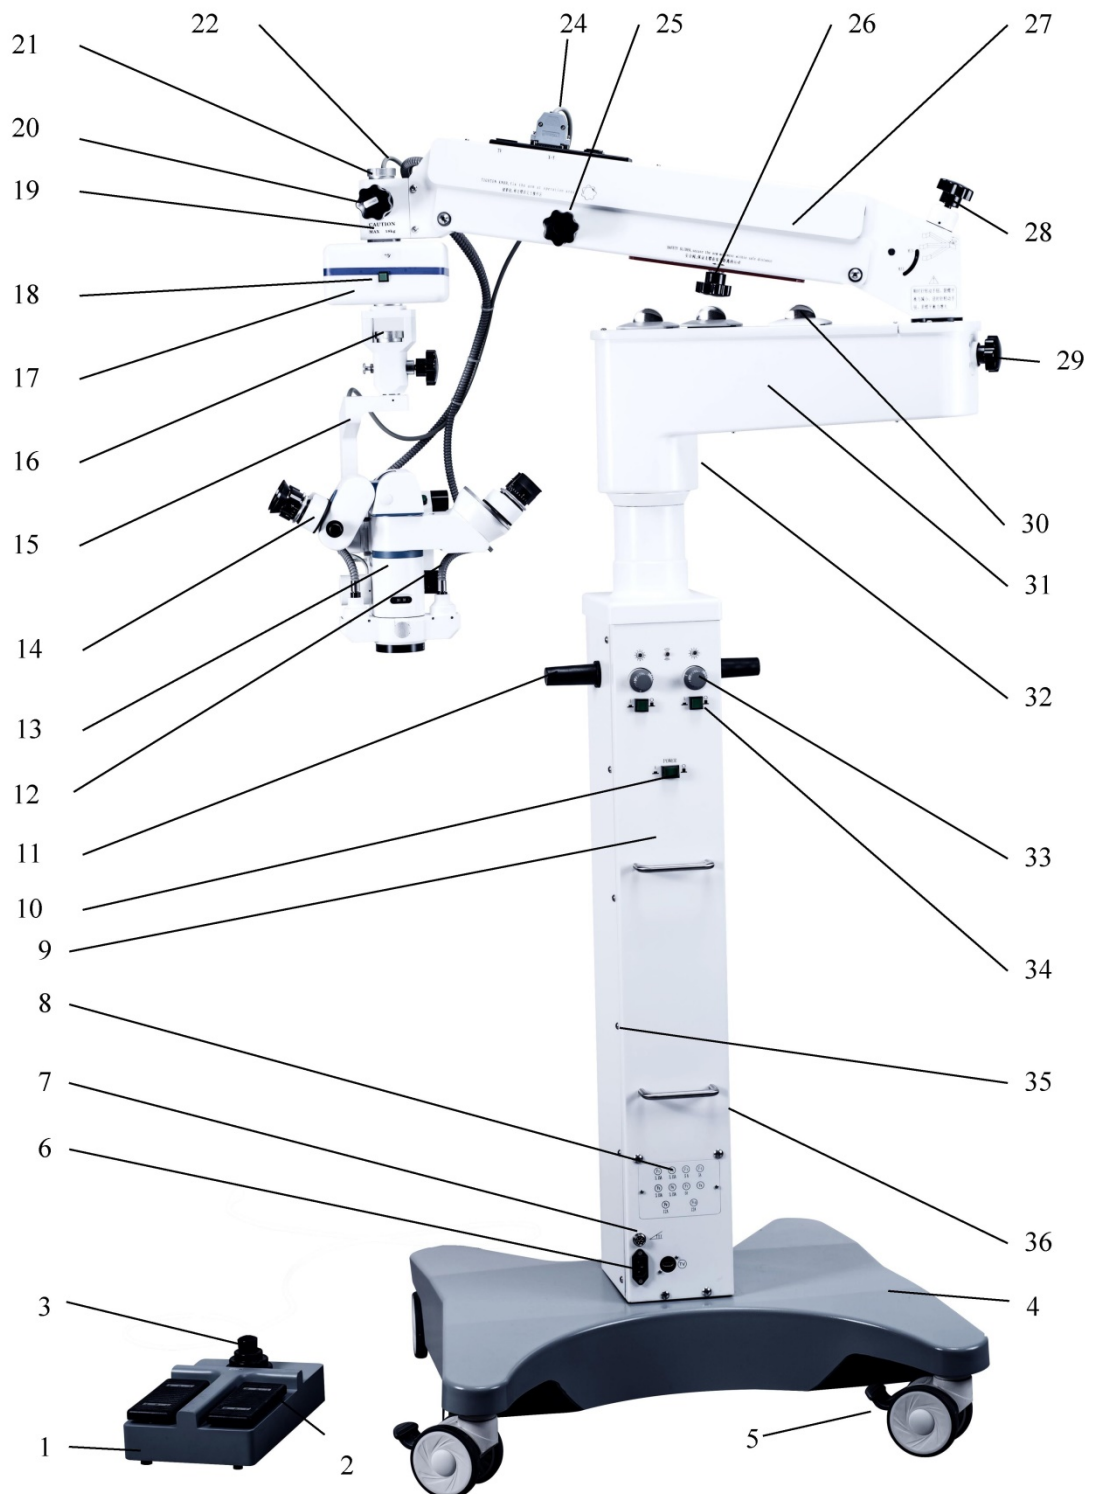
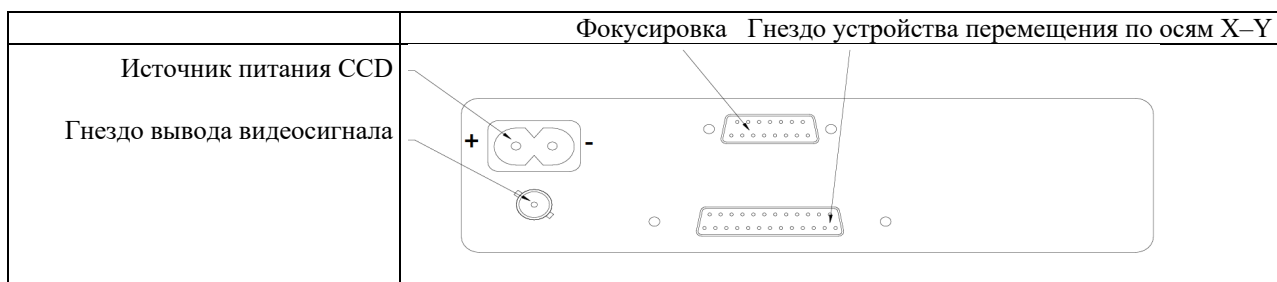

Рис. 2
Рис. 11. Плата с гнездами
Как показано на рис. 2, инструмент состоит из таких элементов, как педальный переключатель (1), основание (4), консоль (27), устройство перемещения по осям X–Y (17), тубус с переменным углом 30–90 градусов (14), головка микроскопа (13) и т. д.
Инструмент упакован в 4 отдельных ящика (см. рис. 2):
См. рис. 2 и соответствующие чертежи ниже.
См. рис. 2. Основание, имеющее форму Ξ , обеспечивает высокую устойчивость. Устройство не переворачивается даже при выдвижении рабочего рычага на максимальную длину. Основание оснащено универсальной системой роликов, которая позволяет удобно перемещать микроскоп по поверхности пола. После определения местоположения устройства необходимо заблокировать блокирующую ручку (5) и зафиксировать устройство на полу во избежание его перемещения во время работы. Перед перемещением устройства необходимо ослабить ручку (5).
См. рис. 2. Электрический блок (9) и главная стойка (36) образуют общий узел электронного управления в сборе с колонной. На лицевой панели электрического блока (9) расположен переключатель (34) источника холодного света. На электрическом блоке (9) расположена ручка регулировки яркости (33) для постоянной регулировки яркости источника холодного света. Под крышкой предохранителей (8) располагается ряд предохранителей. Возможность снятия крышки обеспечивает удобную замену предохранителей. Помимо этого, главная стойка и электрический блок также содержат гнездо педального переключателя (7), главный выключатель питания (10) и ручку (11). Все элементы системы контура электрического управления располагаются внутри колонны (см. раздел 10). Ослабьте 12 винтов на двух сторонах колонны и снимите лицевую панель в сборе с контурами для выполнения операций технического обслуживания.
См. рис. 2. Поперечный рычаг (31) с блокирующей ручкой (32) установлен на верхней части стойки (36) и обеспечивает вращение вокруг колонны с углом $\nless 200^\circ$. Внутри поперечного рычага располагаются три гнезда для ламп (30). Заднее гнездо представляет собой гнездо для резервной лампы; оба гнезда можно извлечь через верх поперечного рычага для быстрой замены лампы (подробное описание см. в разделе 5.6).
См. рис. 2. На консоли (27) расположена ручка балансировки (28). Поворачивайте ручку (28) по часовой стрелке для уменьшения уравнивающей нагрузки и против часовой стрелки для ее увеличения. Консоль микроскопа способна выдерживать вес от 3 до 18 кг. После достижения равновесия головки хирургического микроскопа по массе ослабьте ручку ручной блокировки (25); головка хирургического микроскопа будет поддерживать равновесие в пределах от -30° до $+30^\circ$ с возможностью свободного подъема и опускания. Это означает, что головка регулируется по высоте в пределах 600 мм для выполнения операций на разной высоте. После регулировки затяните блокирующую ручку (25) и зафиксируйте консоль. Ослабьте ручку (26) и перемещайте блокирующий ползунок (20) вверх и вниз для ограничения положения консоли (27). Перемещайте ползунок в направлении, указанном стрелкой, для увеличения минимального предельного положения, или в обратном направлении для его уменьшения. После перемещения ползунка заблокируйте его с помощью ручки (26). (Положение инструмента по высоте было отрегулировано на заводе перед отгрузкой; повторная регулировка не требуется, за исключением случаев добавления дополнительных приспособлений на головку или изменения высоты койки.) Над консолью располагаются розетка 12 В для источника питания CCD (**примечание: при подключении источника питания CCD обратите внимание на положительные и отрицательные полюса вилки и источника питания**), гнездо вывода видеосигнала, гнездо для устройств приближения и фокусировки и одно гнездо для перемещения по осям X–Y (см. рис. 11).
См. рис. 2. Устройство перемещения по осям X–Y (17) обеспечивает возможность перемещения головки хирургического микроскопа по осям X и Y (± 25 мм) для удобного приближения к объекту операции. Система оснащена устройством для предупреждения о достижении предельного положения. Кнопка сброса используется для автоматического возврата устройства перемещения по осям X–Y после каждой операции.